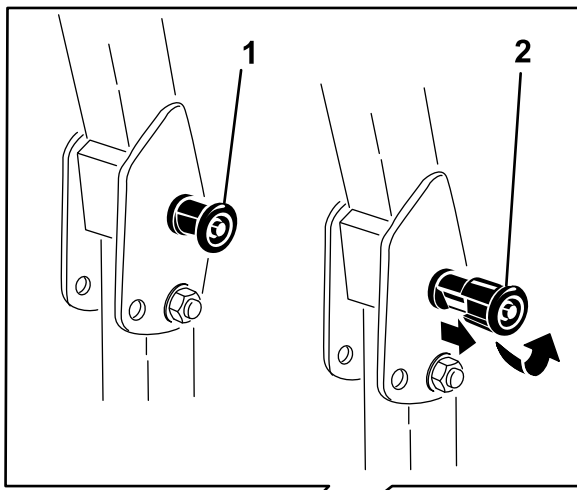

Figura 8
2. Tire de ambos pomos hacia fuera y gírelos 90° para desengranarlos (Figura 8).
3. Coloque la barra antivuelco en la posición de bajada (Figura 8).
- Para elevar la barra anti-vuelco, suba la barra a la posición de uso, y gire los pomos para que se introduzcan parcialmente en las ranuras (Figura 8).
- Eleve la barra a la posición vertical, presionando sobre la parte superior de la misma; las clavijas encajarán en cuanto se alineen con los orificios (Figura 8).